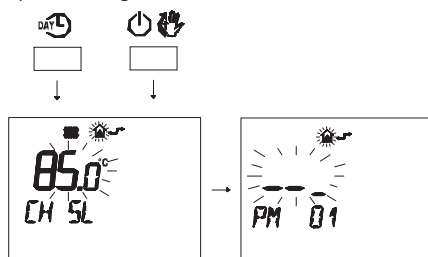

Figura 5.57
- Premere contemporaneamente i pulsanti **DAY** e **IP** per entrare nella programmazione trasparente (Figura 5.57).